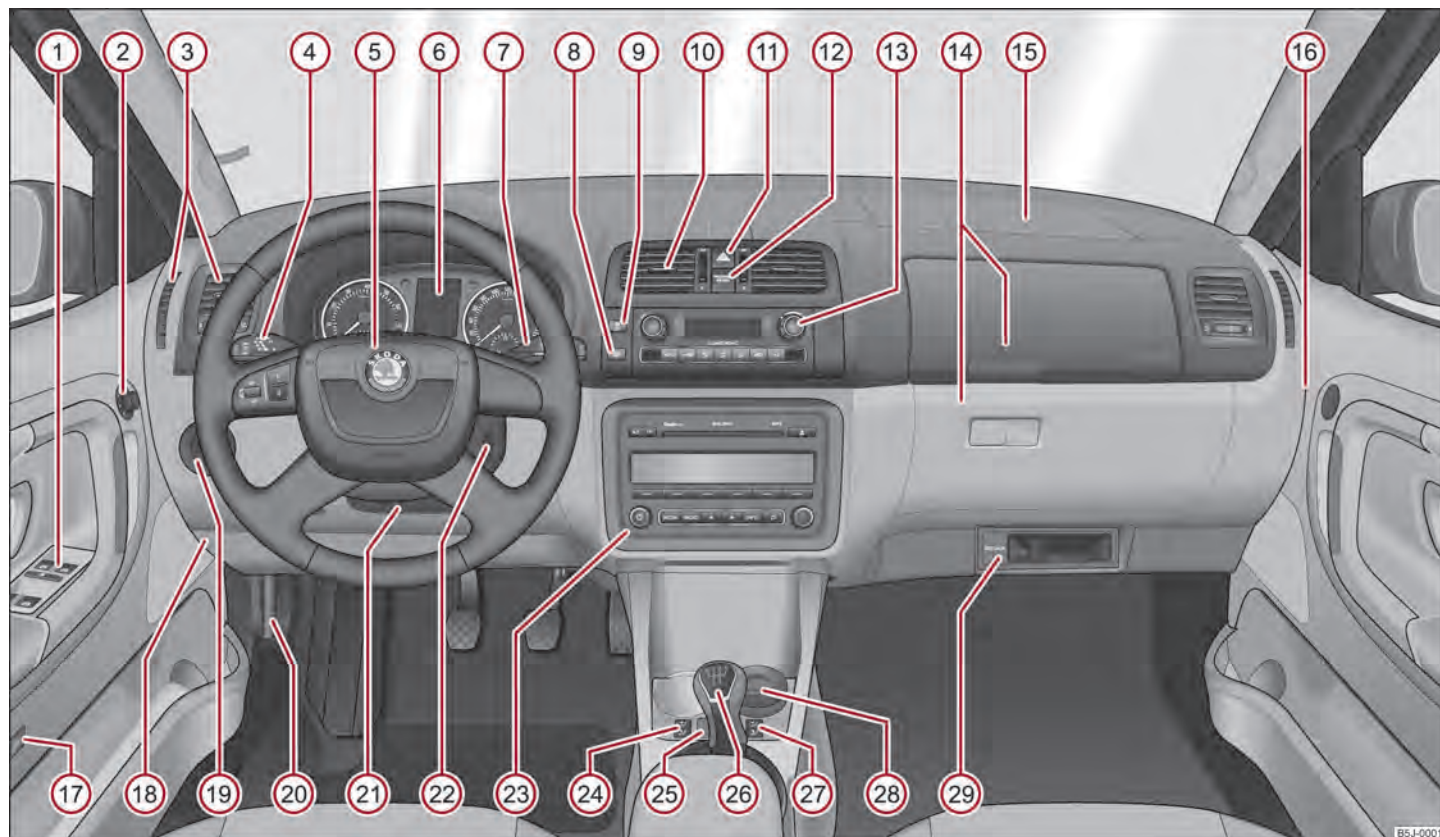

Fig.1 Puesto de conducción
- En los vehículos con dirección a la derecha, la disposición de los elementos de mando se diferencia en parte de la disposición mostrada => fig. 1. Sin embargo, los símbolos corresponden a cada uno de los elementos de manejo.